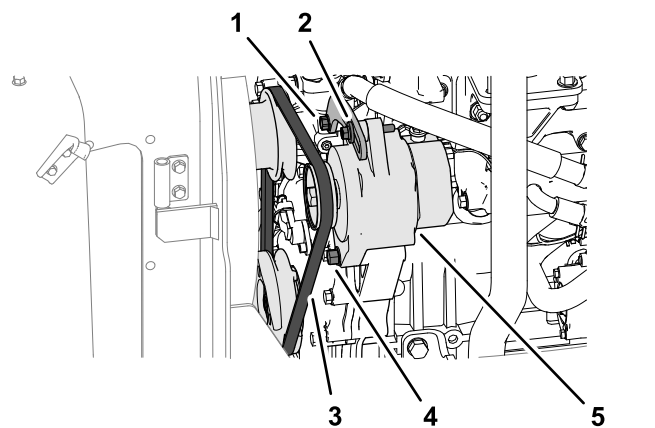

Figura 69
1. Aplique una fuerza de 10 kgf contra la correa del alternador (Figura 69), en el punto intermedio entre las poleas.
- Si la desviación de la correa es inferior a 10 mm, afloje el perno del pivote del alternador y el perno tensor (Figura 69), y reduzca la tensión de la correa.
- Si la desviación de la correa es superior a 10 mm, afloje el perno de pivote del alternador y el perno tensor (Figura 69), y aumente la tensión de la correa.
Nota: Si es necesario, afloje el perno de la placa tensora (Figura 69).
3. Apriete los pernos (Figura 69).